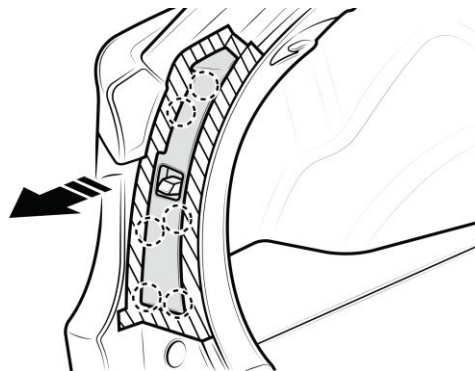

Fig. 4-1
- (a) Désengager les griffes pour déposer le couvercle gauche. (Fig. 4-1)